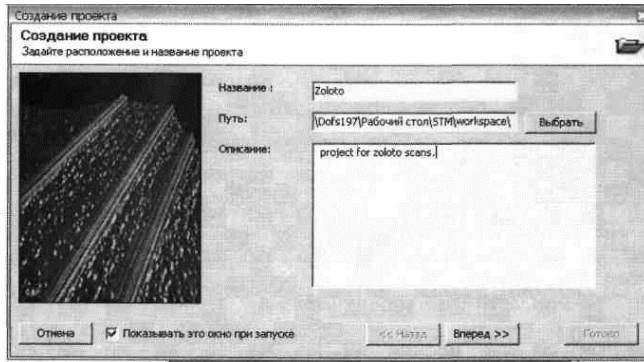

Рис. 9. Окно создания проекта
2.2. Создание проекта. Задать название проекта, указать маршрут (путь), где он будет храниться. Переход к загрузке драйвера (кнопки *Вперёд* → *Вперёд* → *Готово*) (рис. 9).